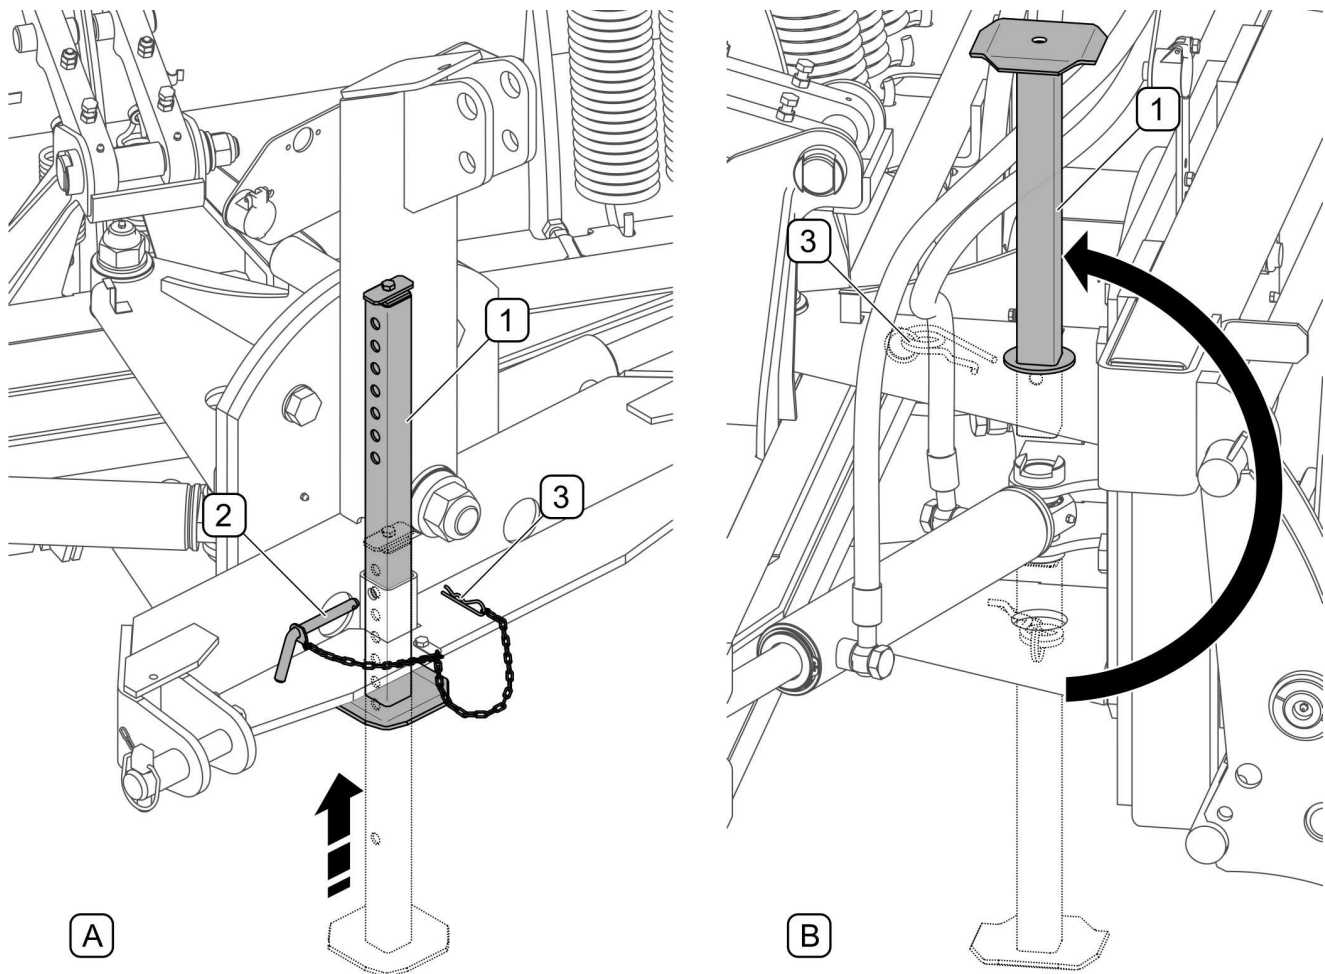

РИСУНОК 4.4 Подъем стояночной опоры
- поднять стояночную опору (РИСУНОК 4.4)
(1)- опора; (2)- шкворень; (3)- страховочная чека
В плугах с трехточечной системой навески (*качающейся*) кат. II-III (А) после завершения навешивания плуга на базовое транспортное средство необходимо передвинуть стояночную опору (1) вверх по направляющей (РИСУНОК 4.4) и зафиксировать ее положение при помощи шплинта (2) и страховочной чеки (3).
В плугах с качающейся трехточечной системой навески (*напр. с трехточечной системой навески кат. II, для погрузчика LC-1650 и EURO-SMS*) после завершения навешивания плуга на базовое транспортное средство необходимо извлечь опору, вставленную в нижнее отверстие рамы гидроцилиндров, перевернуть, вставить в верхнее отверстие в раме (РИСУНОК 4.4) и зафиксировать чекой (3).